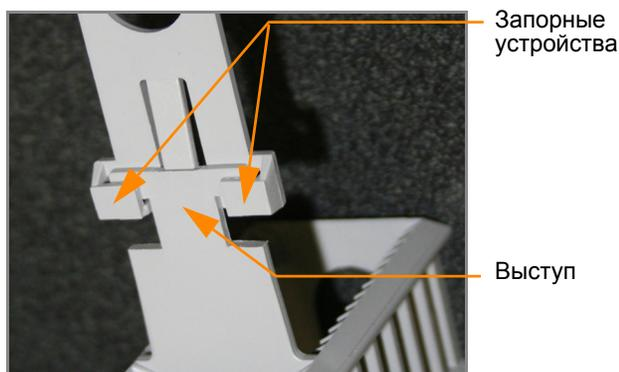

Рис. 181 Запорные устройства и выступ штатива для окрашивания
5. Погрузите пустой штатив для окрашивания в промывочную емкость таким образом, чтобы его запорные устройства и выступ *были обращены к вам* (Рис. 181). Такое размещение штатива для окрашивания позволяет безопасно извлекать чипы BeadChip.